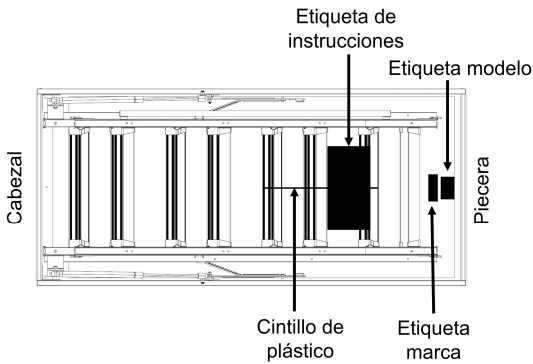

FIGURA 1: UBICACIÓN DE ETIQUETAS EN ESCALERA DE ÁTICO
10. Antes de la instalación, lea todas las etiquetas de instrucciones de la escalera que se muestran en la **Figura 1**.